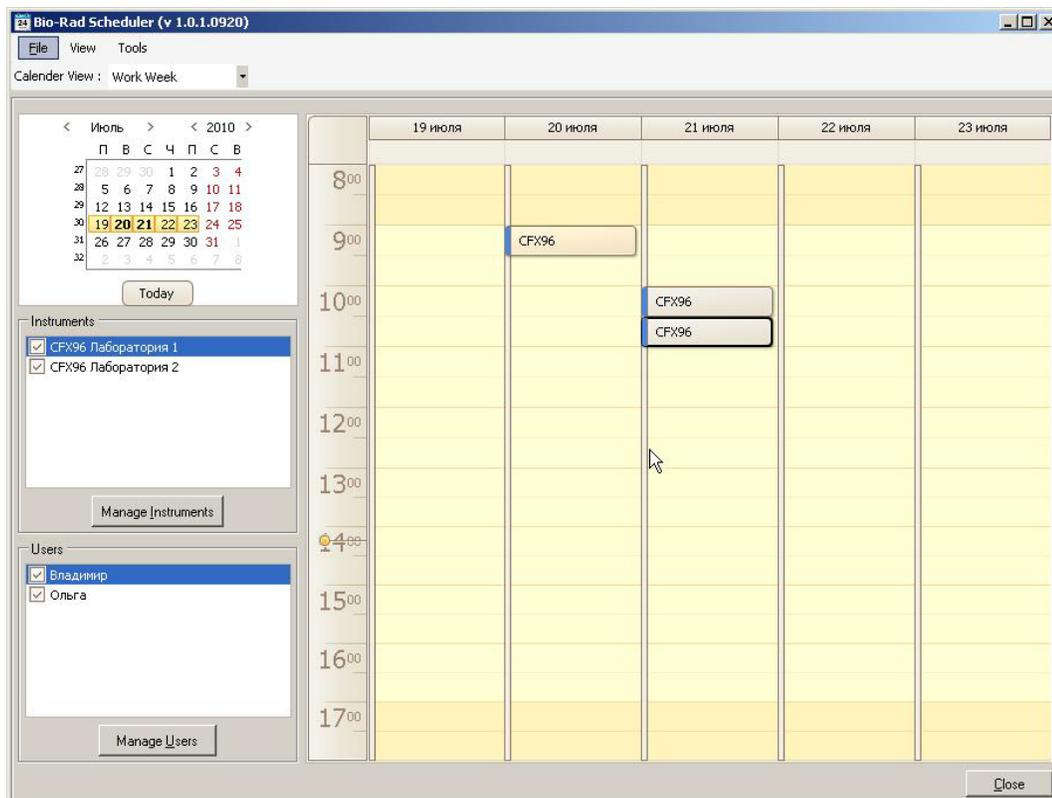

Рис. 15. Основное окно Планировщика
2. Чтобы добавить новый инструмент, выберите **Вид > Сведения о приборе** или нажмите кнопку **Управление приборами** под списком приборов (Рис. 15) в основном окне планировщика. В окне Сведения о приборе введите имя прибора в столбец Имя. Выберите модель из раскрывающегося меню или оставьте поле пустым, чтобы запланировать не перечисленные в списке типы приборов. Можно ввести серийные номера базы и оптической головки.